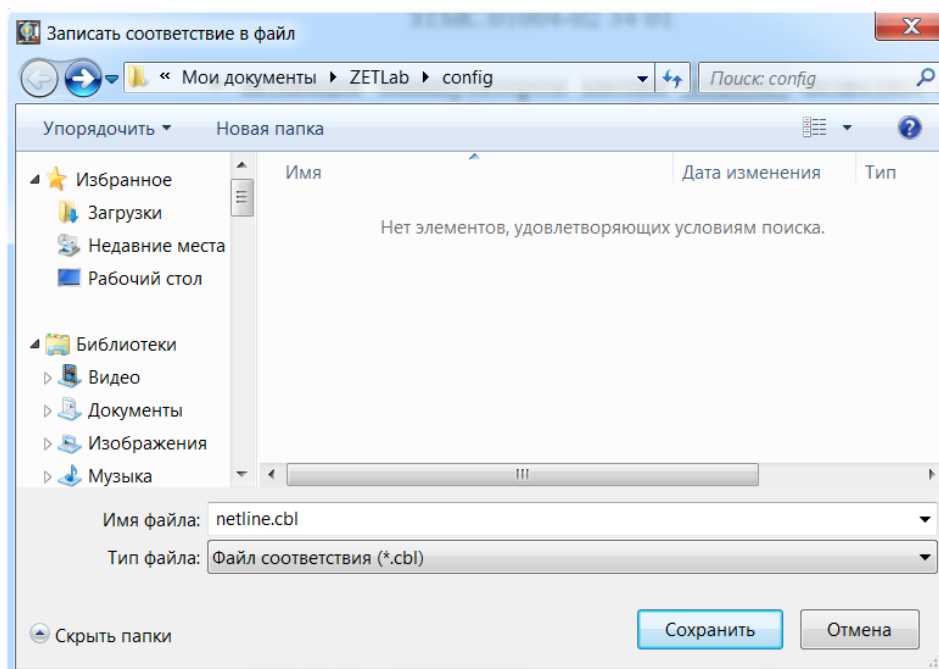

Рисунок 5.8
- нажатие на кнопку «Сохранить» позволяет сохранить созданную таблицу в виде файла с расширением «\*.cbl» (Рисунок 5.8);